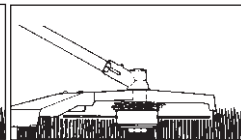

Fig. 11B
**PRECAUTION:** Enlevez périodiquement l'herbe accumulée pour éviter la surchauffe de l'arbre d'entraînement. L'accumulation d'herbe survient lorsque herbes s'empêtrent autour de l'arbre sous la protection de l'accessoire de coupe (Fig. 11B). Ceci empêche de refroidir l'arbre correctement. Enlevez l'herbe accumulée avec un tournevis ou un outil similaire.